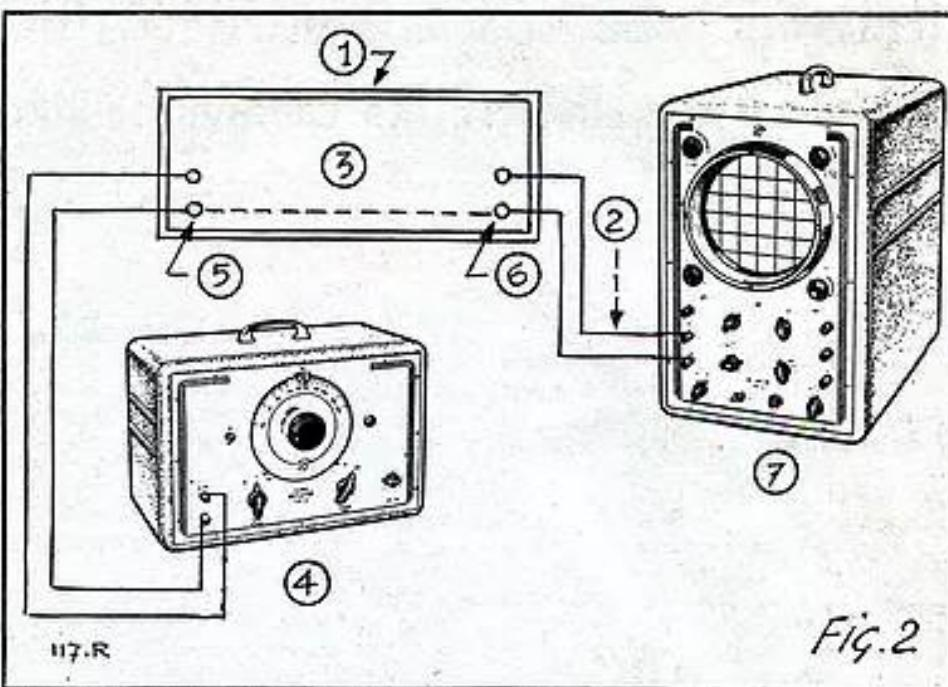

FIG. 2
(1) Préparer l'oscilloscophe de manière à obtenir des diagrammes sinusoïdaux, en réglant les contrôles de fréquence sur environ 200 cycles/sec., le commutateur de synchronisation sur sa position INTERNE, le commutateur de synchronisation d'amplitude à la moitié de sa course maximum, le contrôle de gain horizontal de façon à obtenir sur
(4) Tourner légèrement le contrôle de sortie de l'oscillateur pour essayer le réglage.
(5) Faire progresser le contrôle de gain vertical (et le contrôle de sortie de l'oscillateur, si nécessaire) jusqu'à ce que le diagramme sinusoïdal atteigne, sur l'écran, une hauteur totale de deux divisions. Régler le contrôle de fréquence de manière à obtenir cinq cycles complets et le contrôle de synchronisation d'amplitude de façon à fixer l'image sur l'écran.
(6) Transférer le fil d'entrée verticale au point 3. La hauteur du diagramme augmentera, indiquant le gain en tension du tube. La sinusoïde ne doit pas accuser de distorsion.
(7) Transférer le fil d'entrée verticale au point 4. La disparition du diagramme indique que le condensateur  $C_5$  est coupé.
(8) Avec le fil d'entrée verticale branché au point 4, transférer l'oscillateur au point 1. La disparition du diagramme indique que le condensateur  $C_2$  est coupé.
(9) Avec l'oscillateur branché au point 1, le fil d'entrée verticale peut être déplacé entre les points 1 et 4. La différence résultante de la hauteur du diagramme indique le gain en tension de l'étage amplificateur. Si l'écran de l'oscilloscophe et le contrôle de gain vertical ont été étalonnés, comme nous l'avons indiqué dans de précédents articles, le gain correspondant peut se lire directement suivant la différence constatée entre les tensions d'entrée (point 1) et de sortie (point 4).
(10) A aucun moment au cours de cette mesure la forme d'onde de la tension de sortie ne doit accuser beaucoup de différence par rapport à l'onde sinusoïdale de la tension d'entrée. Tout changement dans l'aspect de l'onde elle-même dénotera un défaut de transmission : soit de la distorsion, du ronflement ou du bruit.
(11) On peut répéter l'essai de transmission en se servant d'autres fréquences, telles que 100, 500 et 10.000 cycles/sec.
(12) Si, au lieu d'essayer un seul étage d'amplificateur, on veut vérifier le fonctionnement d'un amplificateur tout entier, on branchera les appareils comme cela est indiqué sur la figure 2.